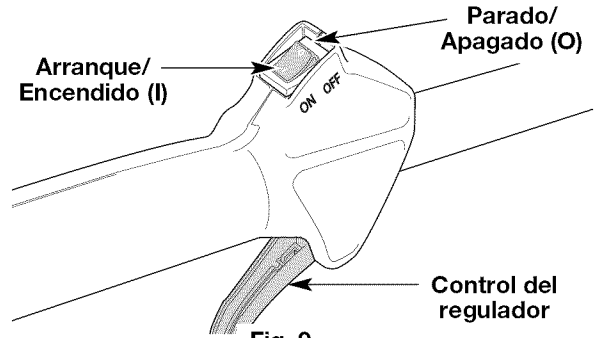

Fig. 9
NOTA: No hay necesidad de encender la unidad. El Control de Parada Encendido/Apagado (On/Off) está en la posición Encendido (ON) (I), en todo momento (Fig. 9).
2. Oprima y mantenga oprimido el control de encendido y apagado en la posición de **APAGADO** (O) hasta que el motor se detenga por completo (Fig. 9).